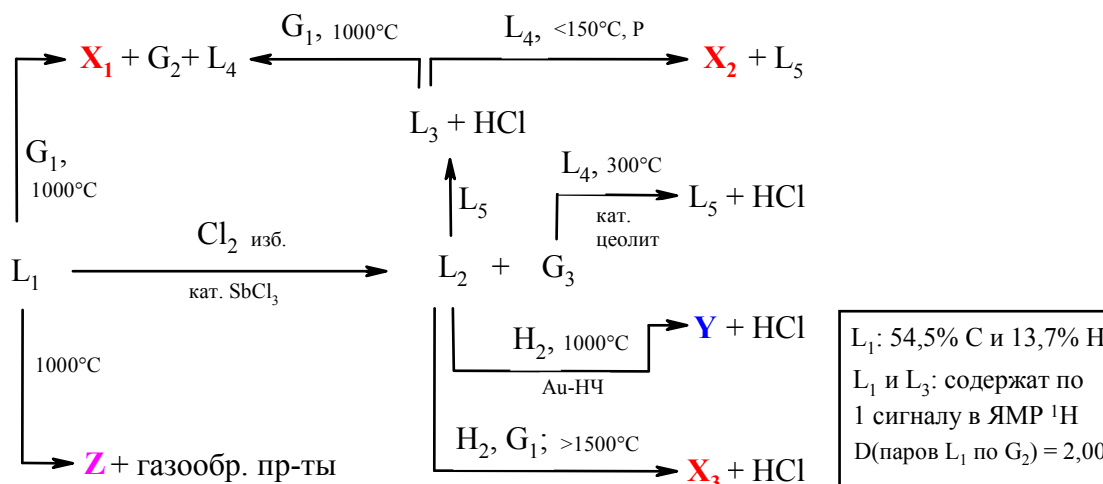

Рис.1. Схема превращений. Вещества, обозначенные **G** – газы, **L** – жидкости, **X₁**, **X₂**, **X₃**, **Y**, **Z** – твердые нанопродукты.
1. *Расшифруйте вещества (рис. 1). Поясните логику своего решения и запишите уравнения реакций получения всех нанопродуктов. (5 баллов)*
1. Расшифруйте вещества (рис. 1). Поясните логику своего решения и запишите уравнения реакций получения всех нанопродуктов. (5 баллов)